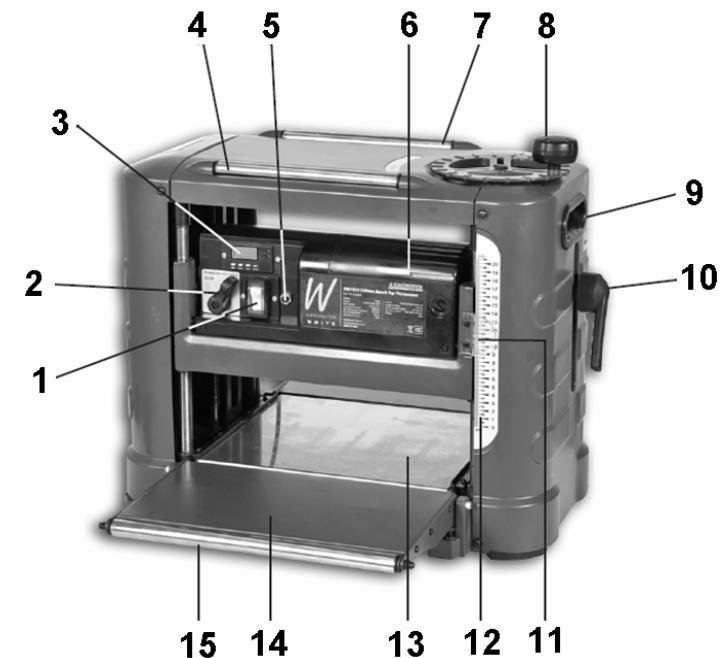

Рис.2
10.4. Юстировка роликов удлинителя стола (Рис. 2; 3; 5; 6)
10.4.3. Если рабочий стол (13) и верхний край ролика (15) удлинителя стола (14) не находятся в плоскости рабочего стола (13), отрегулируйте высоту ролика (15). Для чего ослабьте гайку регулировочного болта (20). Вращая болт (20) до момента совпадения на одной линии (нижняя плоскость бруска) верхних точек ролика (15) и плоскости рабочего стола (13), проверьте положение ролика (15) удлинителя стола (14) относительно левой и правой стороны рабочего стола (13). Повторите эту регулировку для заднего удлинителя стола (19). По окончанию регулировки, удерживая болт (20), зафиксируйте его положение контргайкой.
11. ОСНОВНЫЕ ОПЕРАЦИИ И ДОПОЛНИТЕЛЬНОЕ ОБОРУДОВАНИЕ**11.1. Сетевой выключатель и тепловой прерыватель (Рис. 2)**
Ручкой (8), Рис.2, по шкале (12) установите положение, соответствующее максимально толстому участку заготовки, после чего установите глубину строгания.
11.2.2. Заготовку подавайте обработанной стороной вниз по поверхности рабочего стола (13) со стороны переднего удлинителя стола (14) до момента захвата заготовки протяжными роликами (автоматическая подача); по необходимости поддерживайте заготовку, не форсируя и не замедляя скорость прохождения заготовки, Рис.2.
11.4. Чистовое строгание и дополнительные операции (Рис. 2)